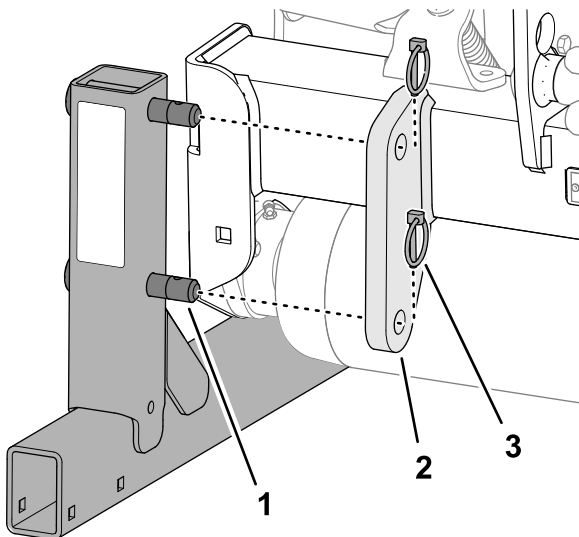

Figura 20
5. Insira os pinos de sujeição (incluídos nas peças soltas) nos pinos do suporte para armazenamento (Figura 20).
2. Retire os dois pinos de sujeição que fixam o suporte de armazenamento ao suporte na armação do engate da máquina (Figura 20).